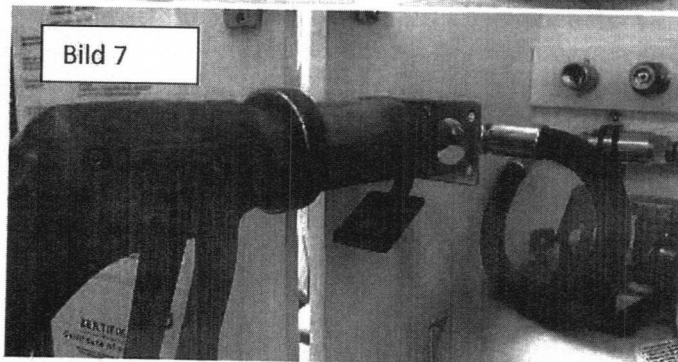
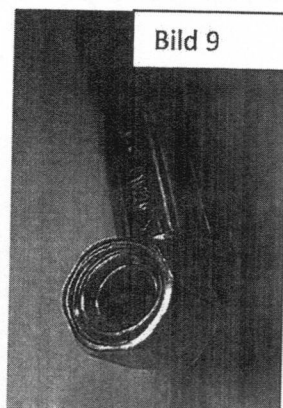

Bild 7
Bild 9
2. Schrauben sie den Füllschlauch an den Winkel des Füllstopventils (Verschraubung (Bild 9) mit 25 Nm anziehen, Dichtkonus). Bei allen Verschraubungen ist die Gegenseite entsprechend zu fixieren (Gegenhalten) um Schäden durch die Montage zu verhindern. Stellen Sie die Flasche (Flaschen) in die Halterung (ggf. den Kragen abschrauben). Markieren sie sich ggf. die Stelle im Flaschenkastenboden für die Durchführung des Füllschlauchs. Bei Betankung innerhalb des Flaschenkastens markieren Sie sich die Stelle für den Halter des Tankanschlusses. Nehmen Sie die Flasche wieder heraus und bohren ein 3 cm Loch für die Schlauchdurchführung bei Betankung außerhalb vom Flaschenkasten.
- Montieren Sie die HK Flachbetankung an die dafür vorgesehene Stelle und schließen die Betankung so an, dass der Deckel beim Öffnen nach unten hängt (auf Bild 7 zu erkennen), Bohrschablone liegt bei (Verschraubung (Bild 9) mit 25 Nm anziehen, Dichtkonus).